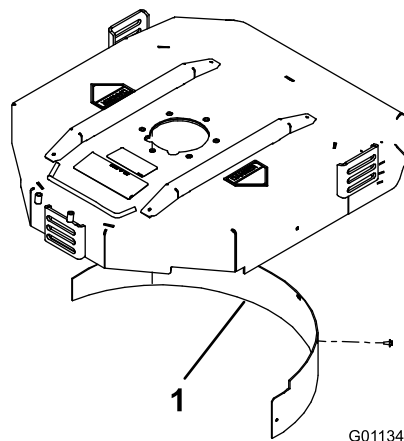

Figura 4
2. Montate il deflettore per mulching nell'apertura posteriore e fissatelo con 5 bulloni a testa flangiata (Figura 4).